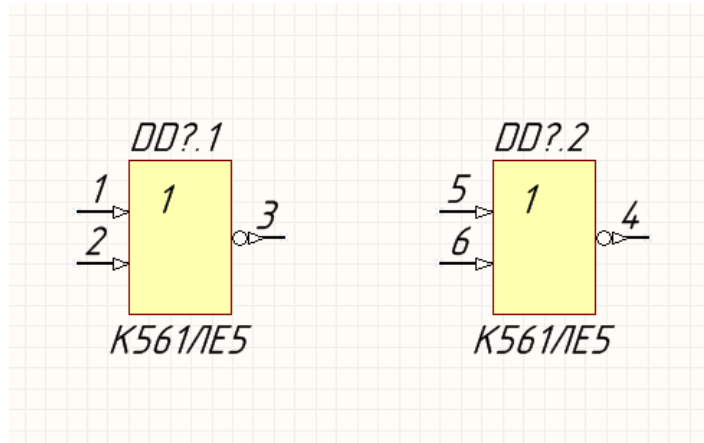

Рис. 4.4
4) Розмістіть дві складові компоненти на листі (рис. 4.4), та натисніть [Esc].